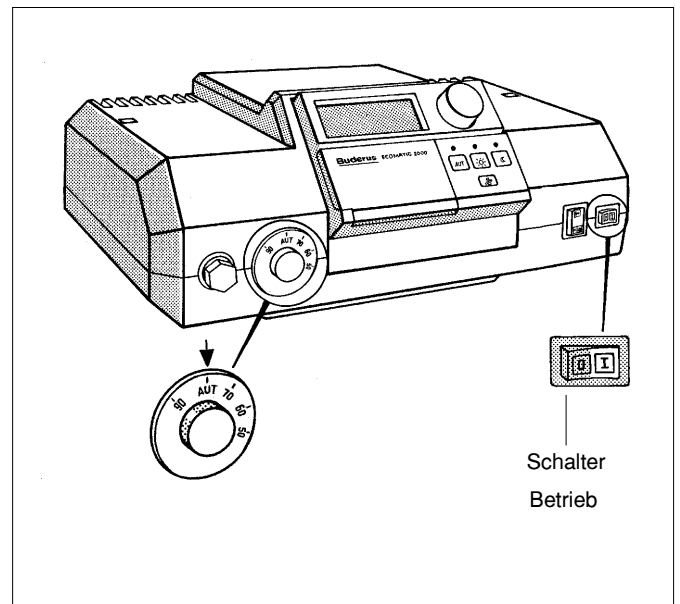

Abb. 7
- Schalter Betrieb in Stellung 0 schalten (Abb. 7).